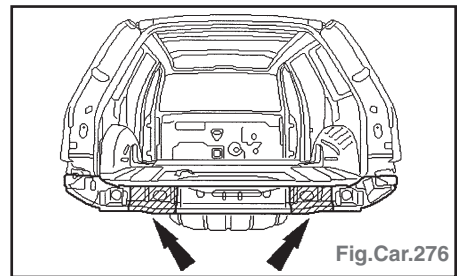

Fig.Car.276
- Traverse : Zone de coupe (Fig.Car.276).